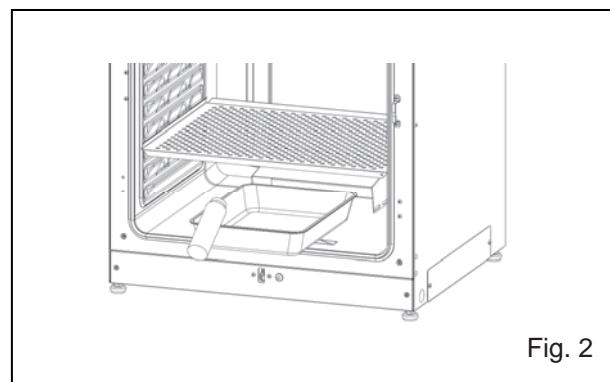

Fig. 2
4. Reinserire la vaschetta umidificante nella camera e riempirla con acqua distillata sterile (circa 1,5 l, preriscaldato a 37 °C) (Fig. 2).